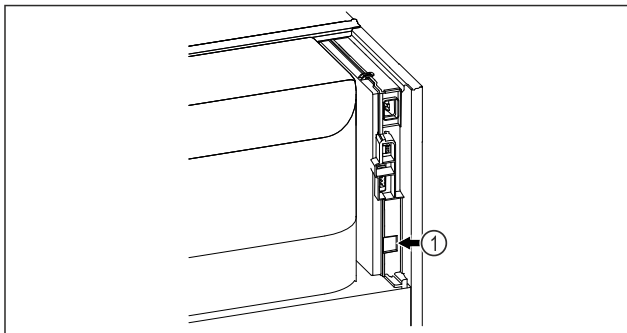

Fig. 83
- ❑ SmartModule Fig. 83 (1) ist eingesetzt.